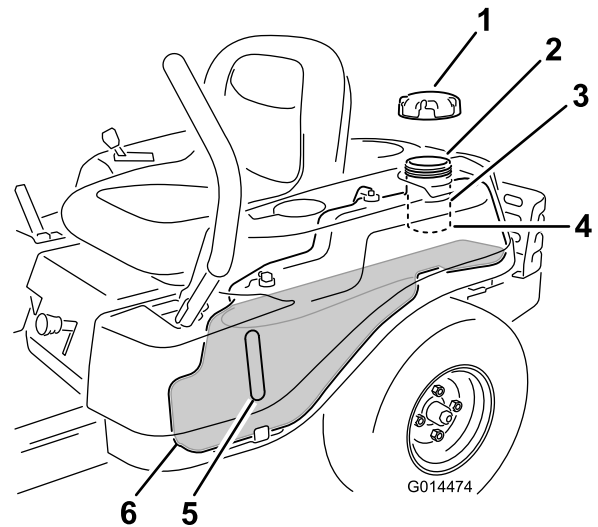

Figura 7
Nota: Puede utilizar la mirilla de combustible para verificar la presencia de gasolina antes de llenar el depósito (Figura 7).
2. Añada gasolina **lentamente** hasta que el combustible llegue a la base del cuello de llenado (Figura 7).